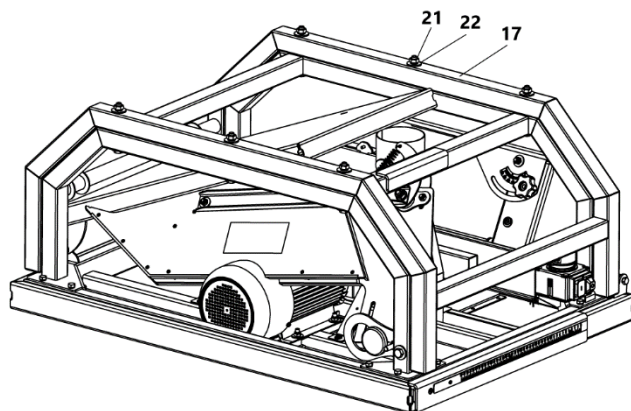

Рисунок 4 Общий вид станка в упаковке
- открутите гайки 21 болтов 22 упаковочного положения основания 17 (рис. 4);